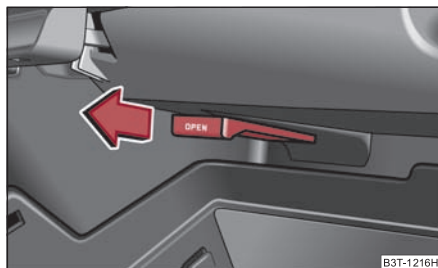

Fig. 108 Vide-poches: Utilisation du refroidissement
- Vous pouvez ouvrir l'arrivée d'air en tirant la manette dans le sens de la flèche ⇒ fig. 108.